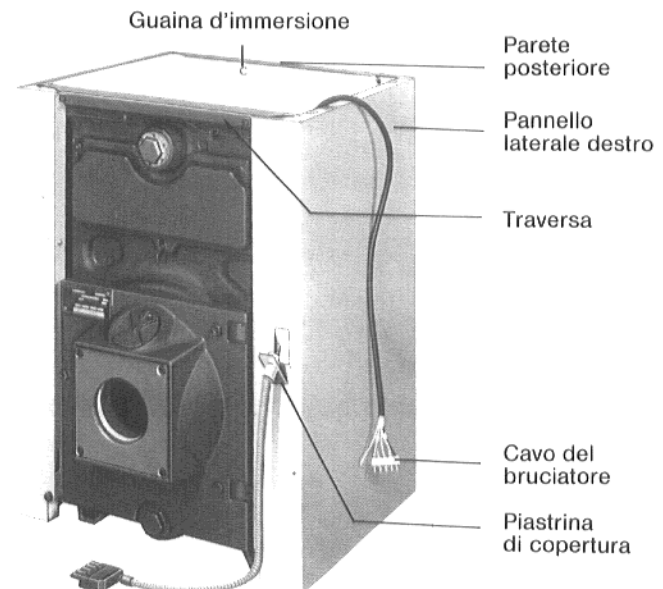

Fig. 8
5.4 Togliere il cavo del bruciatore dalla scatola d'imballaggio, infilarlo da sotto verso l'alto nel canale del pannello laterale destro, fissare la piastrina di copertura del cavo del bruciatore (vedi Fig. 8).
Far passare la parte terminale superiore del cavo a destra sotto la traversa, e portarla verso il retro caldaia appoggiandola sul materassino isolante (Fig. 8).
5.5 Ermetizzare la guaina d'immersione al centro dell'elemento posteriore (Fig. 8 e 10). A questo scopo ritagliare convenientemente il materassino isolante.